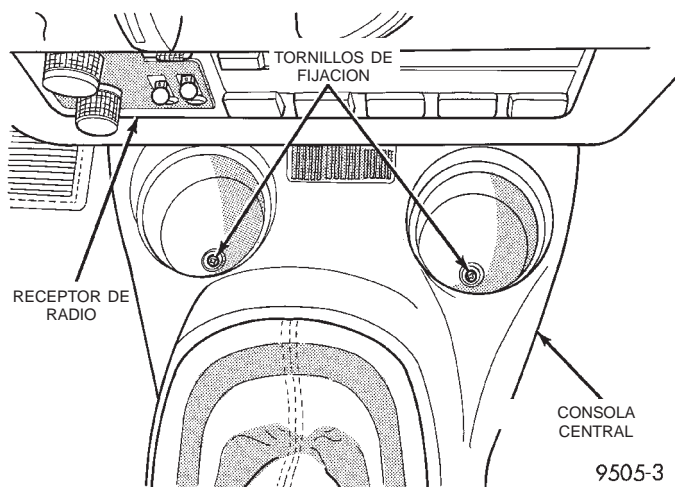

Fig. 47 Tornillos de fijación de la parte delantera de la consola central
(2) Retire los 2 tornillos localizados en el porta vasos (Fig. 47), que fijan la parte delantera del conjunto de consola central en el soporte de la consola.